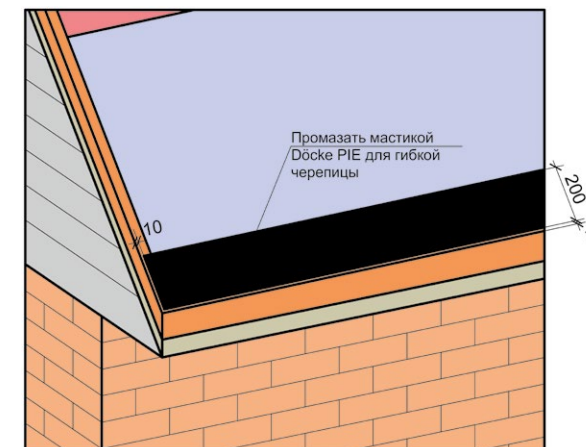

Рис. 21. Герметизация карнизного свеса под укладку ламинированной черепицы Döcke.
8.2.9 При монтаже ламинированной черепицы Döcke необходимо промазать мастикой Döcke для битумной черепицы карнизный свес (карнизная планка + подкладочный ковёр) на ширину 200 мм (рис. 21), т.к. карнизная черепица в данном случае не укладывается. Мастику необходимо наносить шпателем, толщиной слоя не более 0,5 мм. Большой расход мастики приводит к её вытеканию и появлению вздутий на черепице.